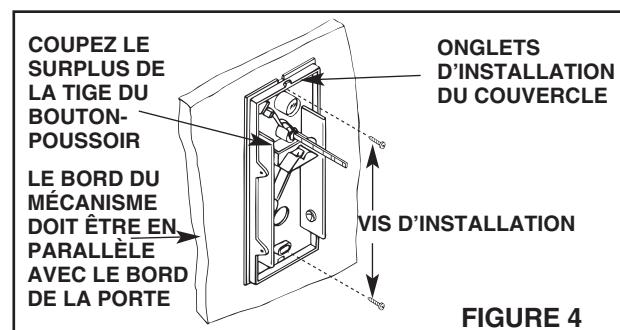

FIGURE 4
1. **Veuillez consulter la figure 4.** Placez le mécanisme du socle au-dessus de la tige du bouton-poussoir et de l'afficheur. Alignez le socle en parallèle au bord de la porte et insérez les vis de fixation du haut et du bas ayant été fournies à cet effet. Serrez les vis.
Veuillez consulter les figures 4 et 5.